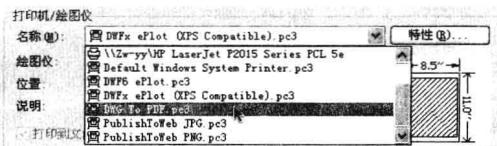

图 10-4-1
(1) 在界面顶端快速访问工具栏中单击“打印”按钮 ，打开“打印”对话框，在“打印机 / 绘图仪”下，从“名称”列表中除了联机的打印机名称，如图 10-4-1 所示，